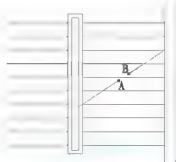

图 2.121 将斜线在A点和B点处打断
③ 在 **指定第一个打断点:** 提示下,关闭【对象捕捉】功能,单击图2.121所示的A点位置,选择A点为第一个打断点。
④ 在 **指定第二个打断点:** 提示下,单击图2.121所示的B点位置,选择B点为第二个打断点,结果将斜线打断,形成一个AB缺口。